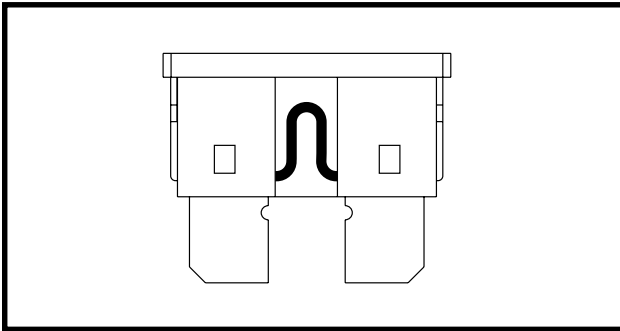

Abb. 23. Betriebsfähige Sicherung
- Sicherung auf Durchbrennen überprüfen. Siehe Abb. 23 und 24.